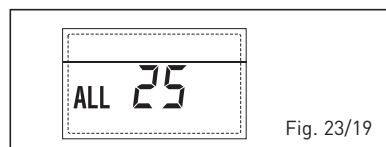

Fig. 23/19
- ANOMALIA Sonda AUXILIAR (S3) "ALL 26" (fig. 23/20)